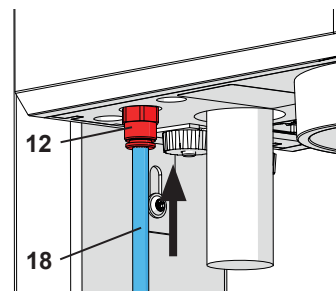

Fig. 5-a
En equipos anteriores, el filtro de entrada (13) viene montado fuera del propio equipo (Fig. 5-b). En estos casos, introducir la manguera de aire comprimido (18) en el filtro de entrada (13). Para ello hay que salvar una ligera resistencia.